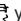

Fig. 102 En la consola central: tecla del bloqueo del diferencial (representación esquemática).
3. A una velocidad de 30 km/h (18 mph), pulse la tecla  → Fig. 102, → .